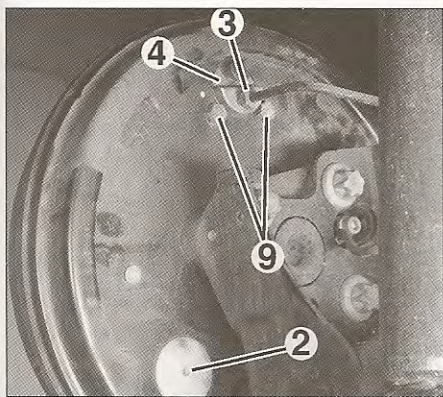

FIG. 10
- el tapón de acceso (2) a la fijación del cable de freno de estacionamiento (fig. 10).
- Desatornillar el racor hidráulico (3) del cilindro receptor (4).
- las fijaciones (7) de las mordazas en la placa.
- el dispositivo de recuperación (8) con las mordazas.
- los tornillos de fijación (9) del cilindro receptor (4) (fig. 10).